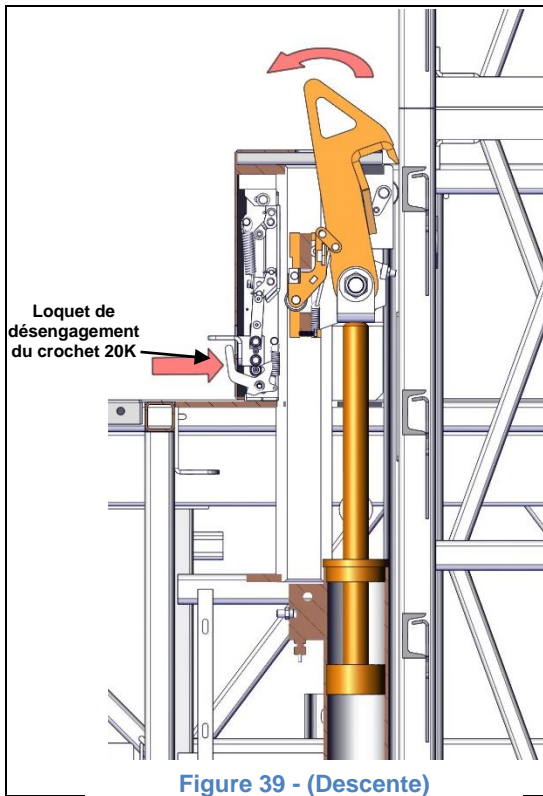
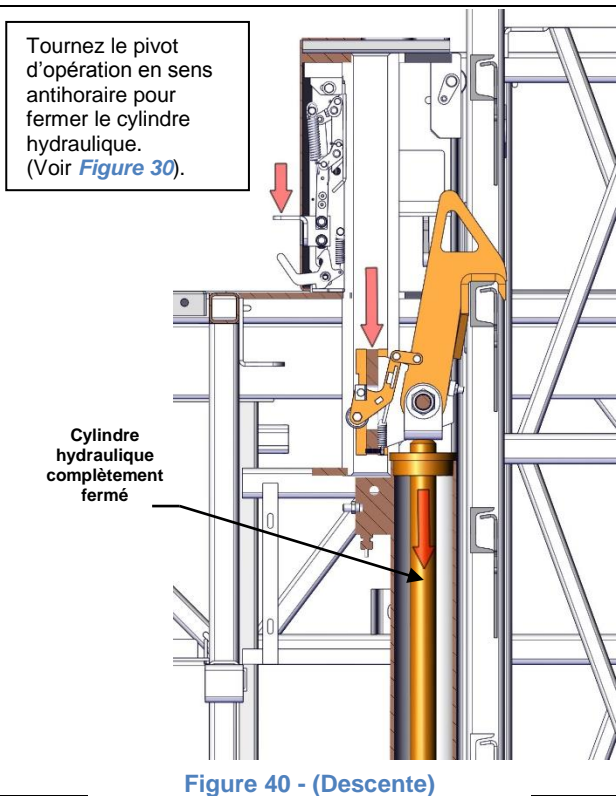

Figure 39 - (Descente)
Figure 40 - (Descente)
- 11- Donnez un coup de pied sur le « Loquet » (voir Figure 31 et Figure 39) pour activer la position « BAS »
- 12- Tournez le « Pivot d'opération 20K » (voir Figure 30) dans le sens antihoraire pour élever la plateforme jusqu'à ce que le cylindre soit complètement fermé (voir Figure 40).
- 10- Donnez un coup de pied sur le « Loquet » (voir Figure 31 et Figure 39) pour activer la position « BAS »
- 11- Tournez le « Pivot d'opération 20K » (voir Figure 30) dans le sens antihoraire pour élever la plateforme jusqu'à ce que le cylindre soit complètement fermé (voir Figure 40).
Les *Figure 39*, *Figure 40* et *Figure 41* illustrent le fonctionnement interne de la plateforme lors de la descente.